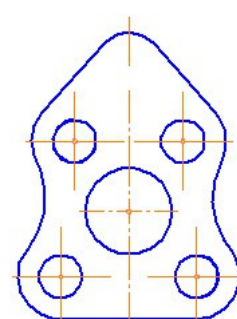

Рис.1,и
8. Построим прямые линии, расположенные под углом  $104^\circ$  друг к другу и касательные к внешним окружностям с центрами в точках «2» и «3». Для этого воспользуемся командой  - «Касательная прямая через точку на кривой», кнопка вызова которой находится на «Расширенной панели команд» команды «Вспомогательная прямая», и, следуя подсказкам системы, последовательно под углом  $38^\circ$  к окружности с центром в точке «3» и под углом и  $142^\circ$  к окружности с центром в точке «2» проведём вспомогательные прямые линии (Рис.1,ж).